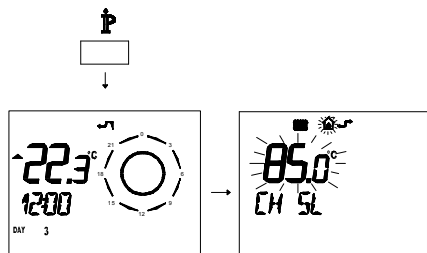

Figura 5.37
- Premere per più di 3 secondi il pulsante P para per entrare in modalità *INFO* (Figura 5.37).